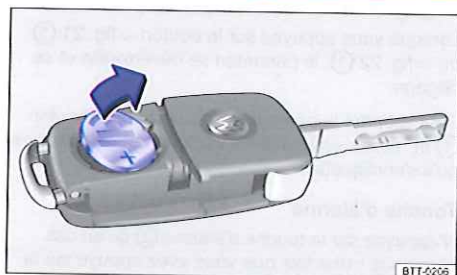

Fig. 25 Clé du véhicule : retrait de la pile.
- Dégagez la pile de son logement en faisant levier à l'aide d'un objet fin approprié ⇒ fig. 25.
- Mettez en place la pile neuve comme représenté ⇒ fig. 25 et enfoncez-la dans le compartiment en procédant dans le sens inverse de la flèche ⇒ ❶.